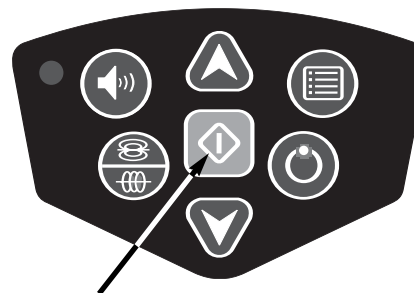

Figure 17 – Touche 'Sélection'
3. Appuyez sur la touche 'Sélection' (Figure 17) pour cocher la case de chacune des fréquences que vous devez utiliser.